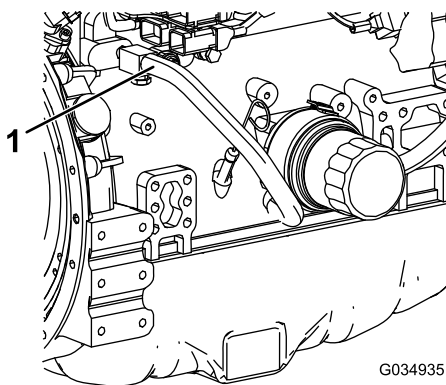

Figura 123
7. Retire la manguera de refrigerante del enfriador de aceite del motor (Figura 123).